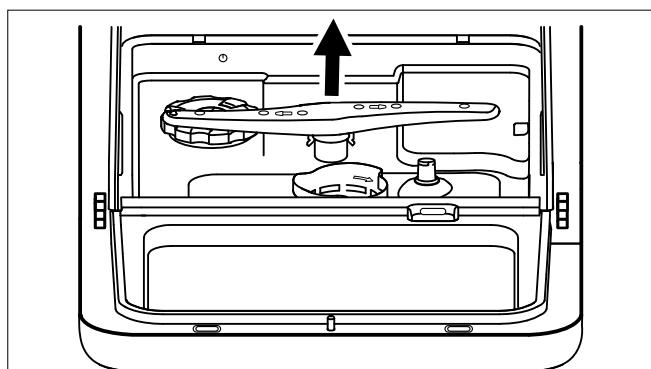

Fig. 25 – Rimozione dell'irroratore
- ▶ Rimuovere l'irroratore (4) all'interno dell'apparecchio (vedere Fig. 25) per pulirlo. A tale scopo sollevarlo leggermente ed estrarlo. Pulire l'irroratore sotto acqua corrente verificando che le aperture non siano ostruite. In seguito rimontarlo.